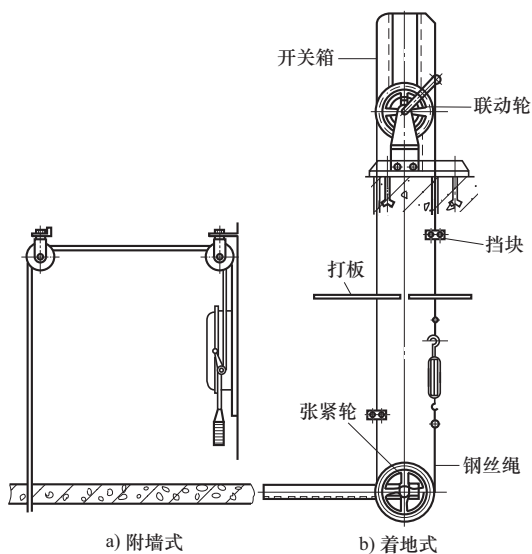

图 10-8 极限开关的安装形式
(2) 极限开关及联动机构的安装：用机械方法直接切断电机回路电源的极限开关，常见的有两种形式，一种为附墙式（与主开关联动），另一种为着地式，直接安装于机房地坪上，如图 10-8 所示。